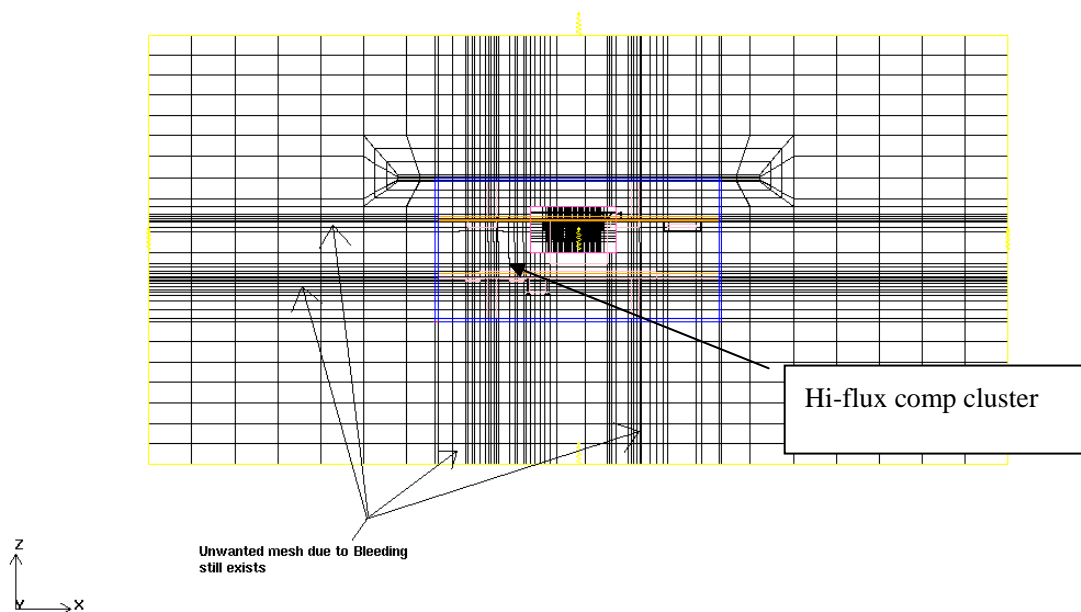

图 9.3: 通过第一次使用 non-conformal 后网格
- 再做切面来检查网格是否还有多余的。图 9.3 显示了这个切面。